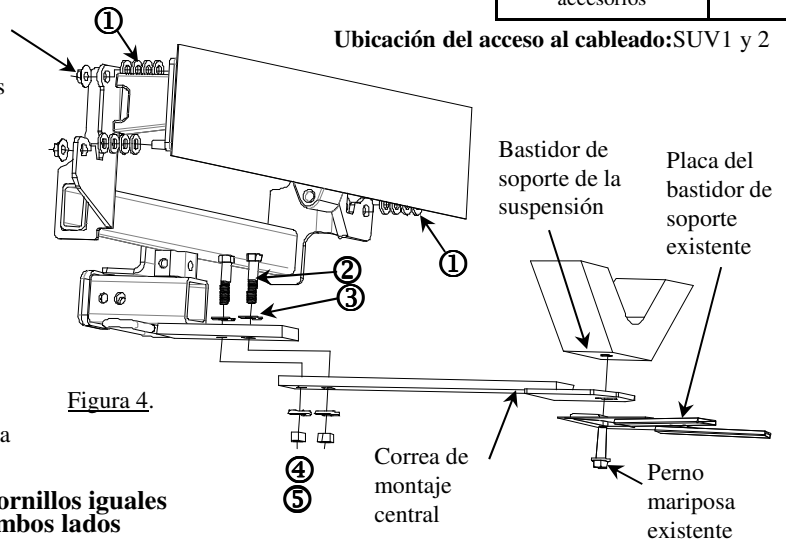

Figura 4.
- Fije la barra de soporte central en el enganche como se muestra en la figura 4.
- Vuelva a instalar los paneles (2) de apariencia inferiores.